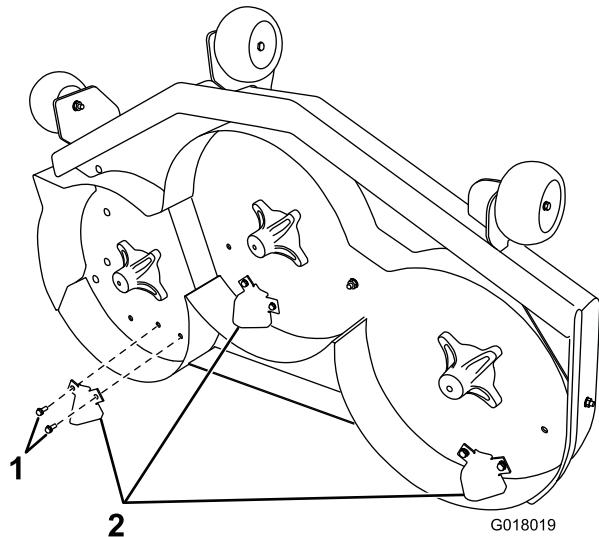

Figura 5
16. Instale los golpeadores debajo de la carcasa de corte con 6 tornillos autorroscantes (5/16 x 3/4 pulgada) en las posiciones indicadas en Figura 5.